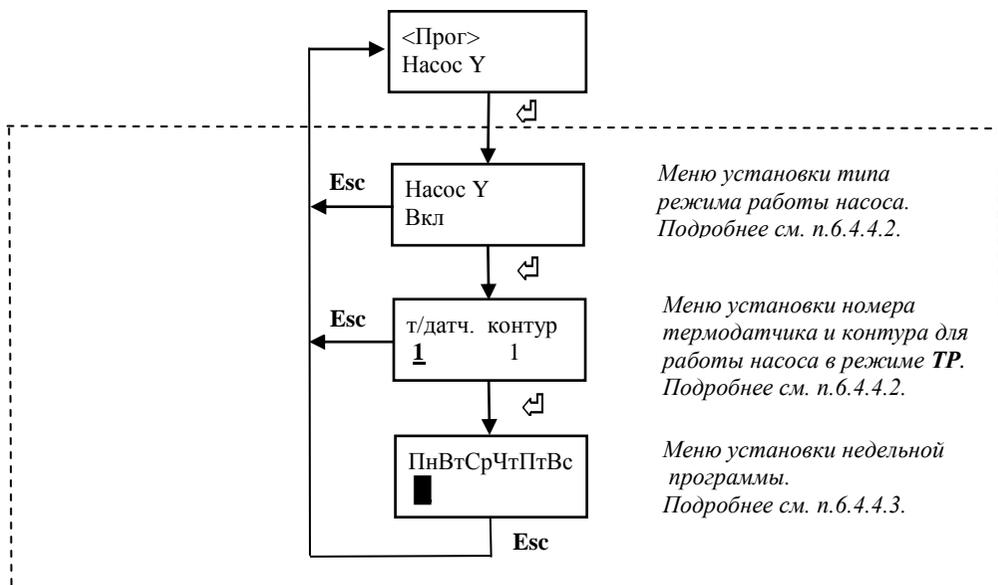

Рис.9 Структура меню “Насос Y”.
6.4.4.1 Общая структура меню “Насос X” одинакова для каждого контура управления насосом и приведена на рис.9.